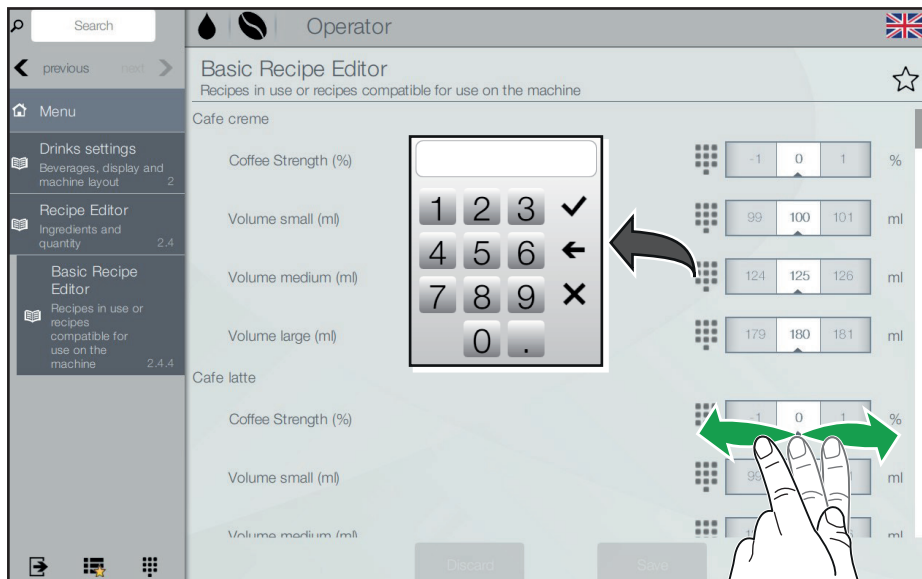

Fig. 6.9 - Oppskrift-redigerer (Volum / Styrke)
- Still inn de ønskede verdiene ved talltastaturet eller verdivelger (fig. 6.9).